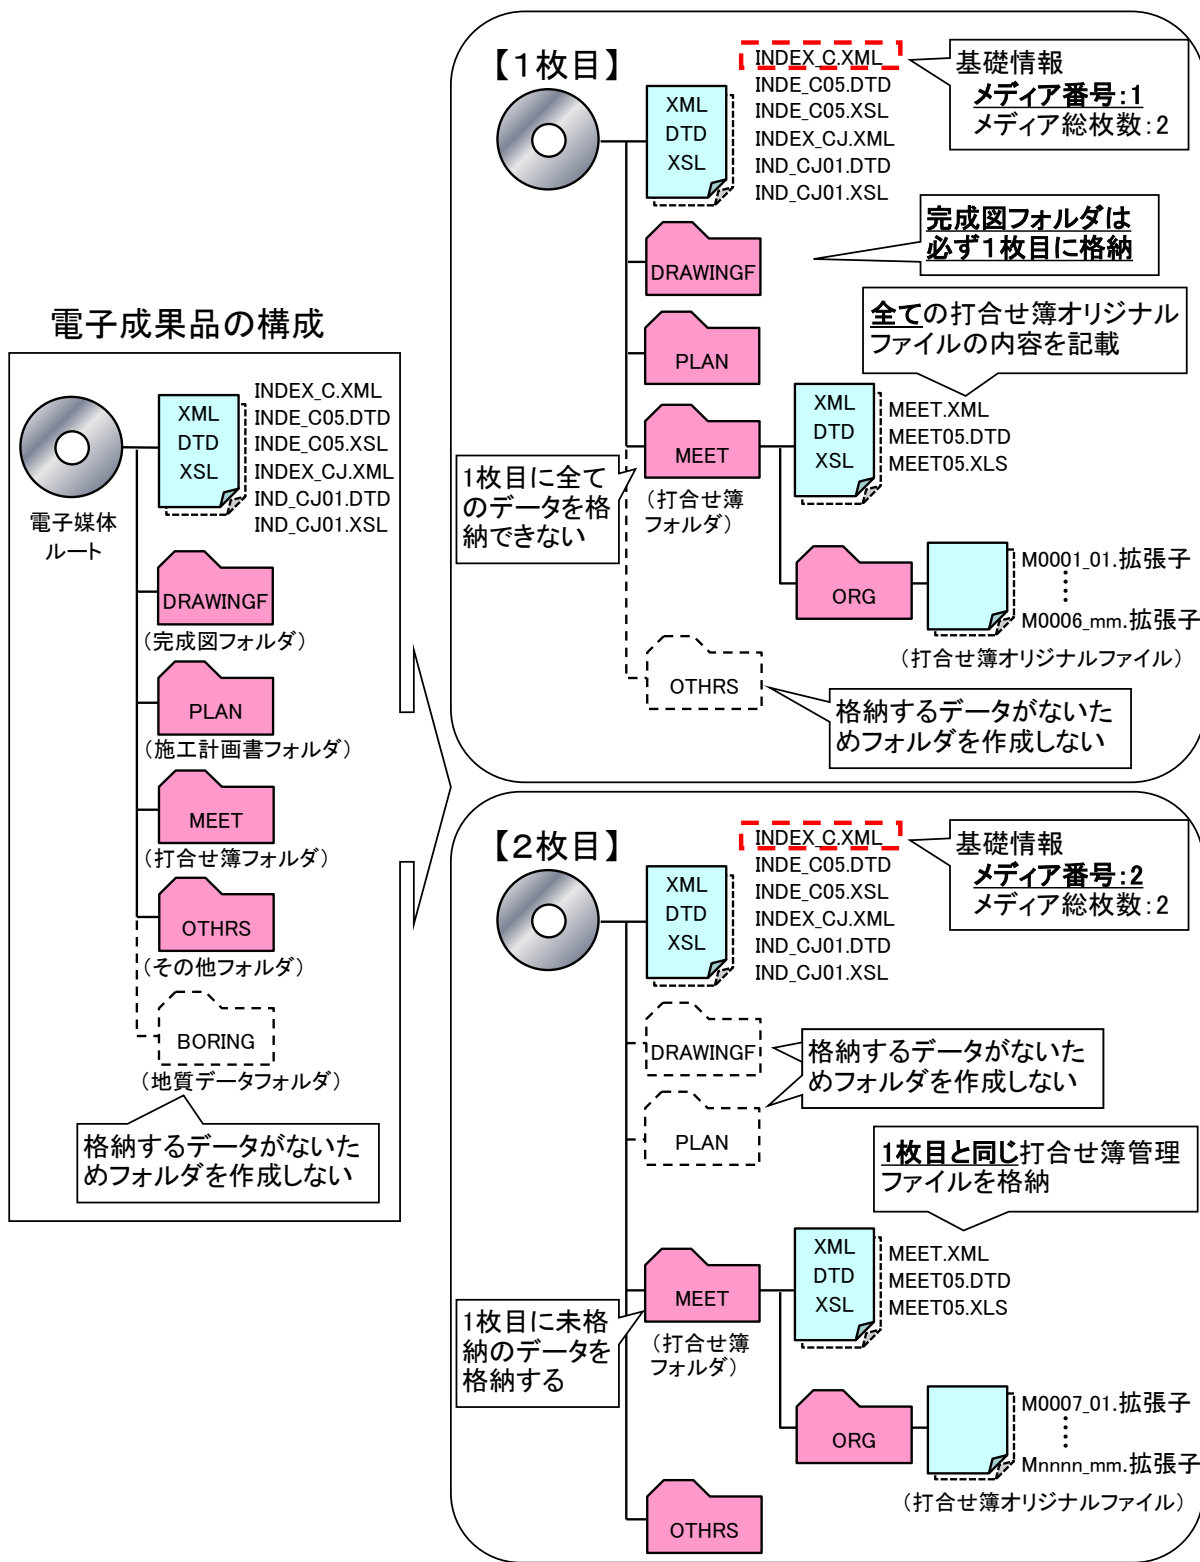

図 10-4 電子成果品の複数枚の電子媒体への格納例
- 電子成果品を複数枚の媒体に分けて格納する場合の例を図 10-4 に示す。